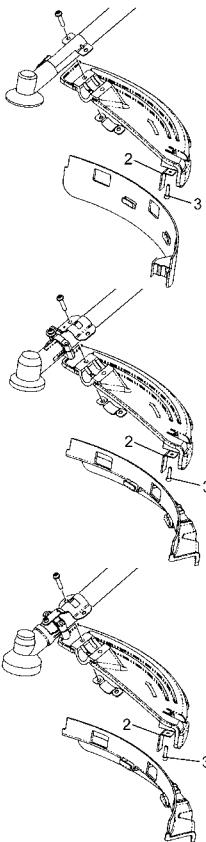

Fig. 1-8
#### Montering av klingskydd (Fig. 1-8)
**OBS! (Fig. 1-8)**